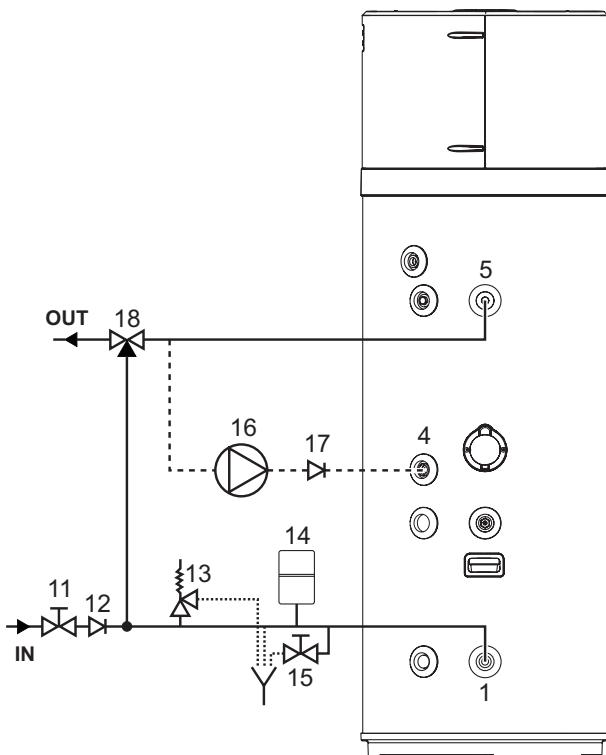

fig. 17- Ejemplo sistema hidrálico
La figura siguiente (fig. 17) ilustra un ejemplo de conexión hidráulica.
#### Leyenda (fig. 17)
**¡ATENCIÓN!** La bomba de calor para la producción de agua caliente sanitaria puede calentar agua a más de 60°C. Por este motivo, para protegerse de las quemaduras es necesario instalar un dispositivo termostático de mezcla automática en el tubo del agua caliente (fig. 17).